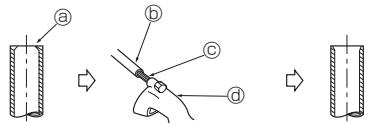

Fig. 5-4
5.2.2. Pürzülerin giderilmesi (Fig. 5-4)